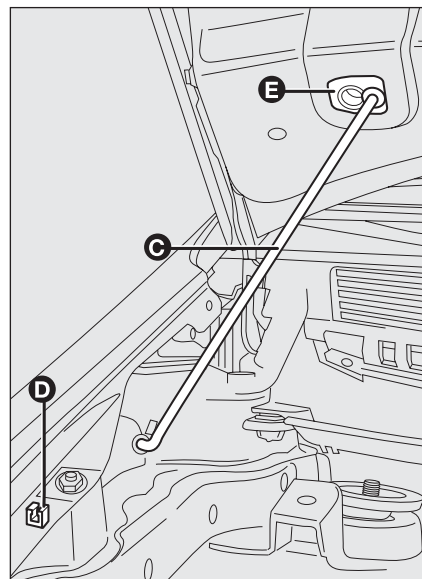

fig. 120
- sollevare il cofano e contemporaneamente liberare l'asta di sostegno **C**-fig. 120 dal proprio dispositivo di bloccaggio **D**, quindi inserire l'estremità dell'asta nella sede **E** del cofano.
- tenere sollevato il cofano con una mano e con l'altra togliere l'asta **C**-fig. 120 dalla sede **D** e reinserirla nel proprio dispositivo di bloccaggio **E**;